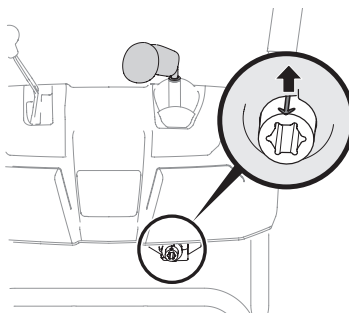

Figure 2-23
5. Pivotez le levier de commande jusqu'à la position de 1 heure pour que la flèche indicateur sur le pignon soit placée vers le haut. Voir Figure 2-23.